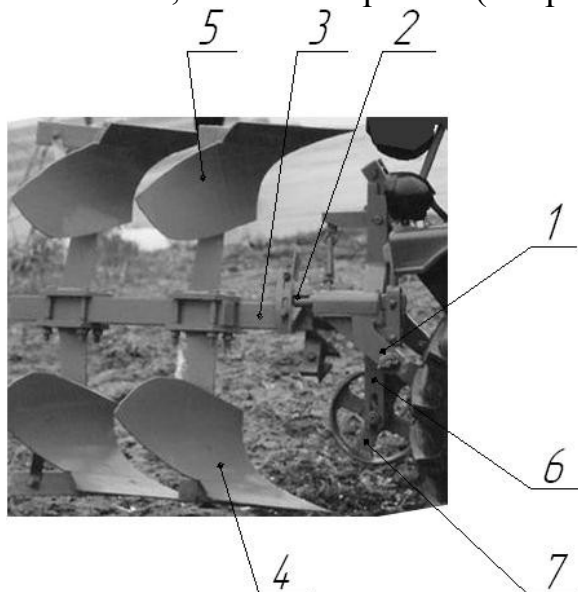
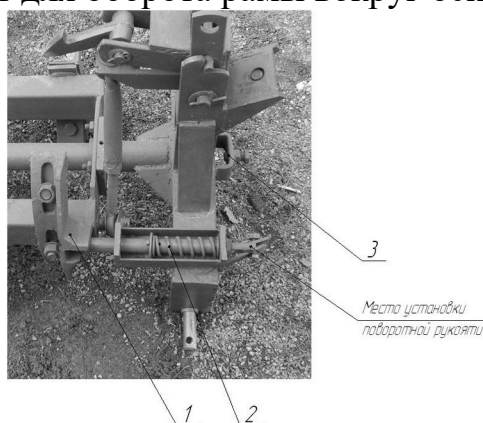
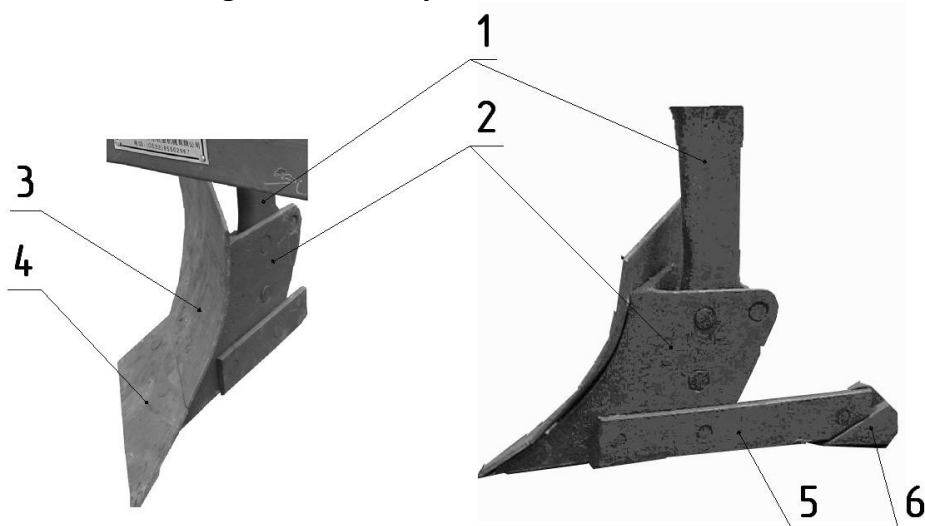

Рис. 1. Основные части навесного оборотного плуга
Рис. 3. Поворотный узел
Рисунок 4. Устройство корпуса плуга
Оборотный навесной плуг состоит из следующих основных частей: узел навески 1, поворотный узел 2, поворотная рама 3, правооборачивающие корпуса 4, левооборачивающие корпуса 5, стойка колеса 6, колесо опорное 7 (см. рис.1).
Он состоит из двух кронштейнов 1 (рис.3), фиксирующего штифта с установленной на нем пружиной сжатия 2 (рис.3) и присоединяемой к штифту поворотной рукоятки. При нажатии на рукоять, пружина сжимается, а фиксирующий штифт выходит из зацепления с левым кронштейном 1. После этого оператор рукой поворачивает раму плуга, а штифт под действием пружины входит в зацепление с правым кронштейном.
Корпус (рис. 4) состоит из стойки 1, башмака 2, отвала 3, лемеха 4, доски полевой 5, пятки 6 (направляющая, устанавливается только на крайний задний право- и лево-оборачивающий корпус). Право- и левооборачивающие корпуса крепятся к раме и друг другу четырьмя шпильками с гайками (рис.1). Последним по ходу движения устанавливается корпус с пяткой. Корпусы устанавливаются таким образом, чтобы при работе не оставалось необработанных участков.
Опорное колесо 7 (рис.1) служит для поддержки плуга во время работы и регулирования глубины обработки. Устанавливается в передней части узла навески (поз. 3 рис. 3). Крепление и регулировка высоты опорного колеса производится при помощи крепежного болта. Глубина вспашки задается установкой колеса опорного относительно нижней части полевой доски корпуса плуга 5 (рис. 4).
6.3.2. Глубина пахоты устанавливается перемещением опорного колеса 7 (рис. 1) вверх или вниз.